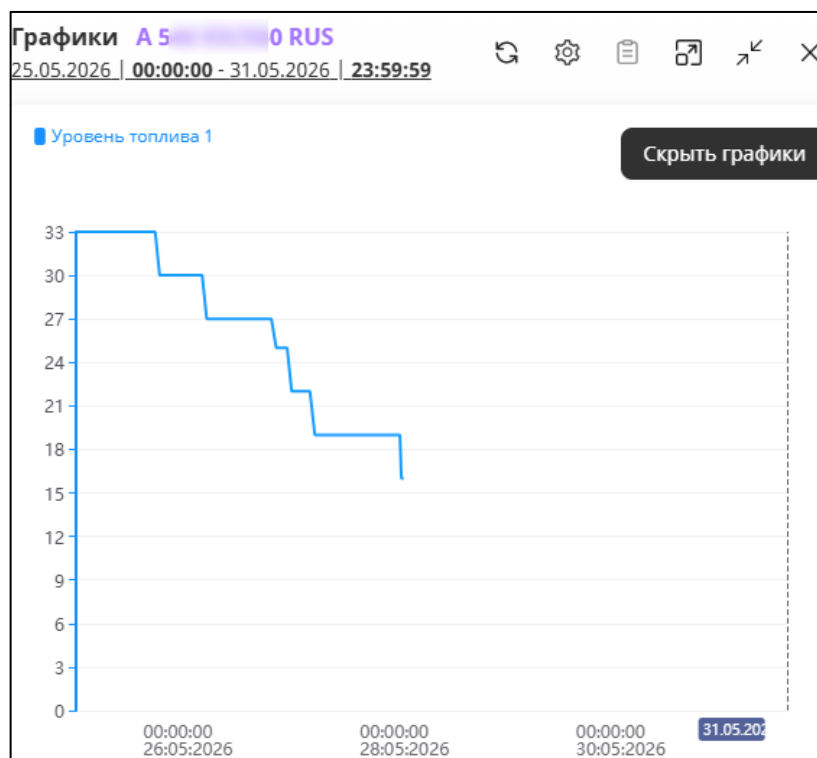

Рисунок 16
6. Нажмите кнопку «Применить». График по датчику уровня топлива будет построен в рамках временного периода трека (Рисунок 16).